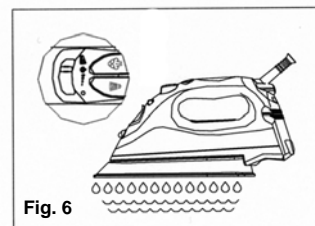

Fig. 6
5. Gire el control variable de vapor completamente hacia la derecha hasta la posición de auto limpieza (Self-Cleaning) y sostenga la plancha horizontalmente sobre una pileta. (Fig. 6)